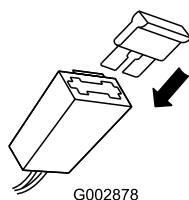

Figura 9
2. Introduzca el fusible en el portafusibles (Figura 9).